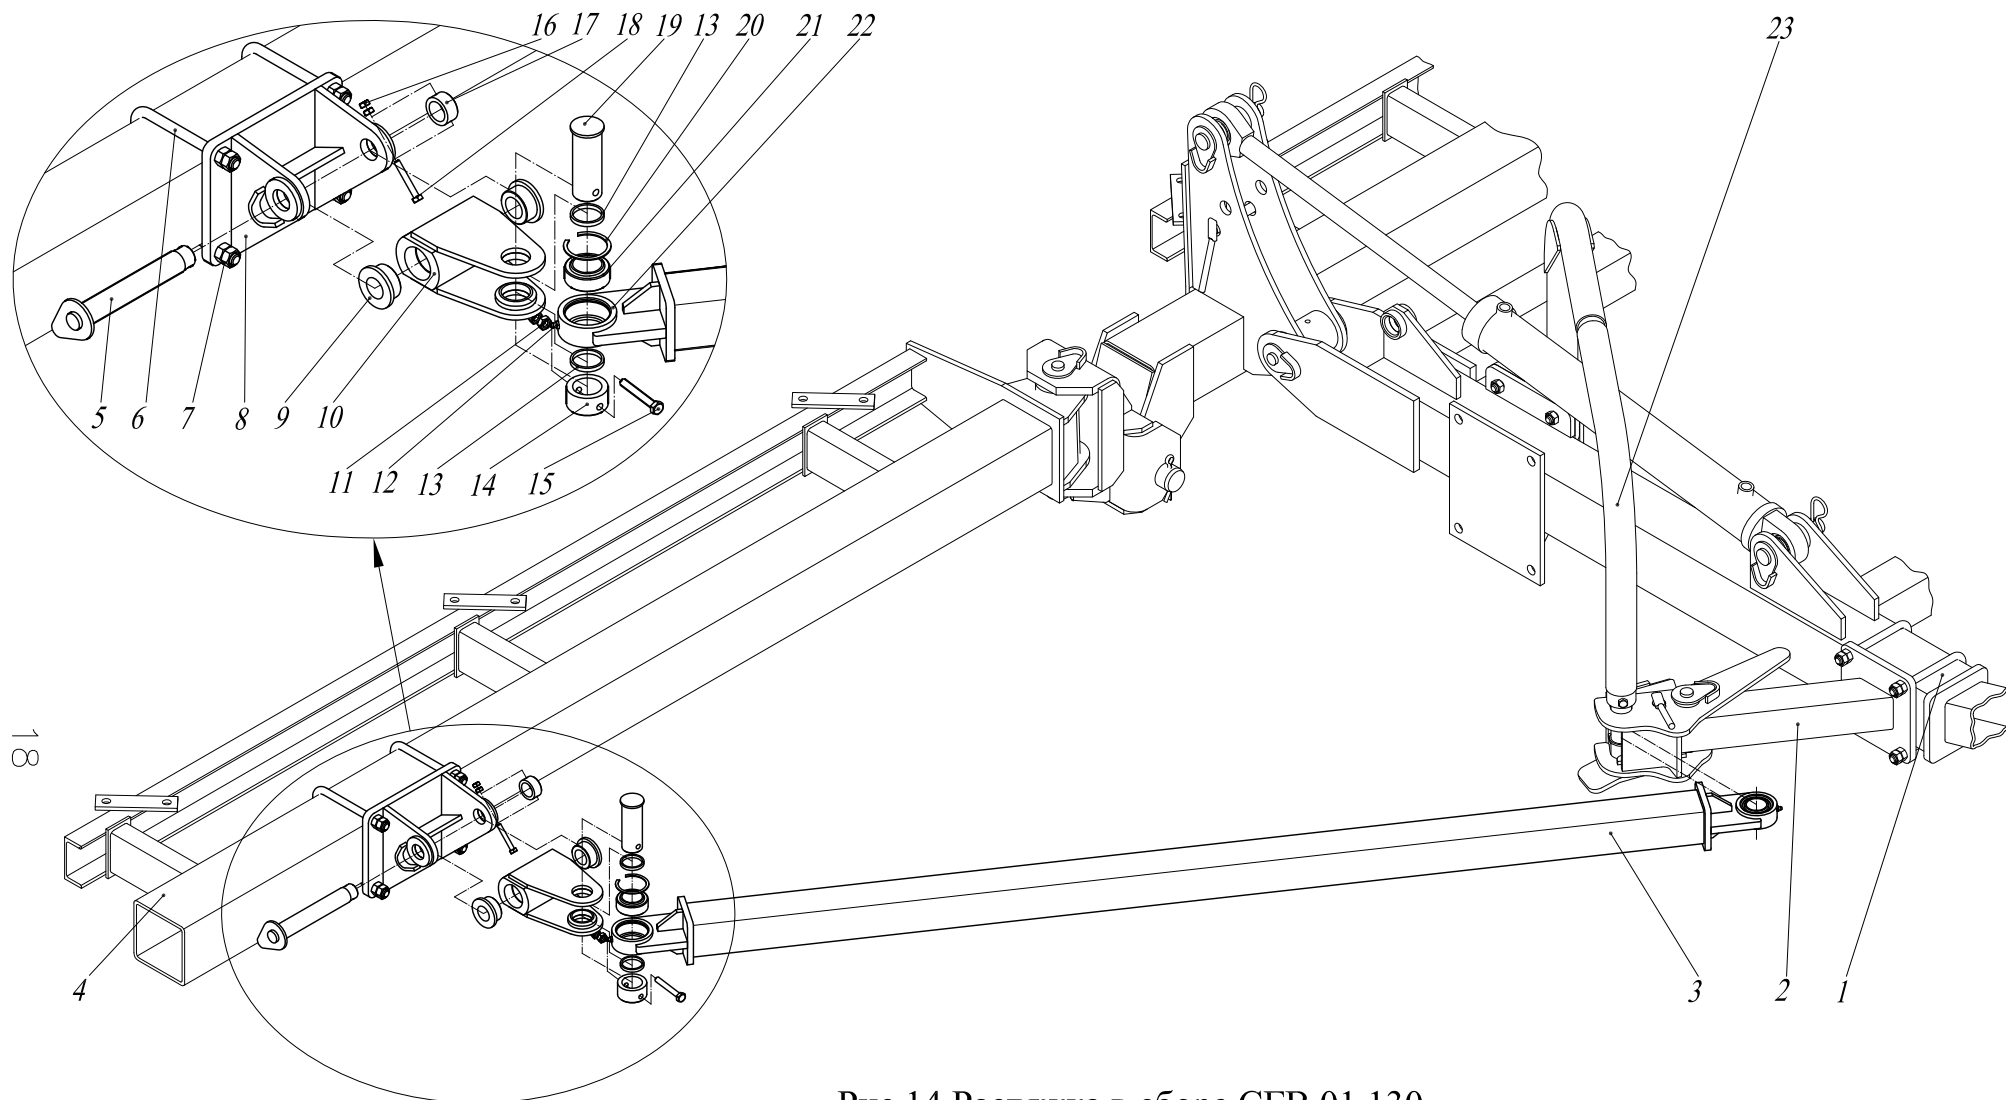

Рис.14 Растяжка в сборе СГВ 01.130
2.1.10. Растяжки в сборе (рис.14) служат для фиксации боковых балок в рабочем положении, предварительно выставленных в одну линию с центральной балкой. Конструкция растяжек в сочетании с водилом позволяет обеспечивать перевод сцепки в транспортное положение без удаления растяжек. Растяжка в сборе состоит из растяжки 3, которая одним концом через подшипник 21, распорные втулки 13 с помощью оси 19 корпусом 22 соединена со вставкой 10. Вставка 10 в свою очередь через втулки 9 с помощью оси 5 соединена с кронштейном 8, образуя шарнир. Кронштейн 8 скобами 6 и гайками 7 крепится на боковой балке 4. Вторым корпусом растяжка крепится к водилу в сборе 23, которое фиксируется в рабочем положении сцепки в кронштейне 2 замком.